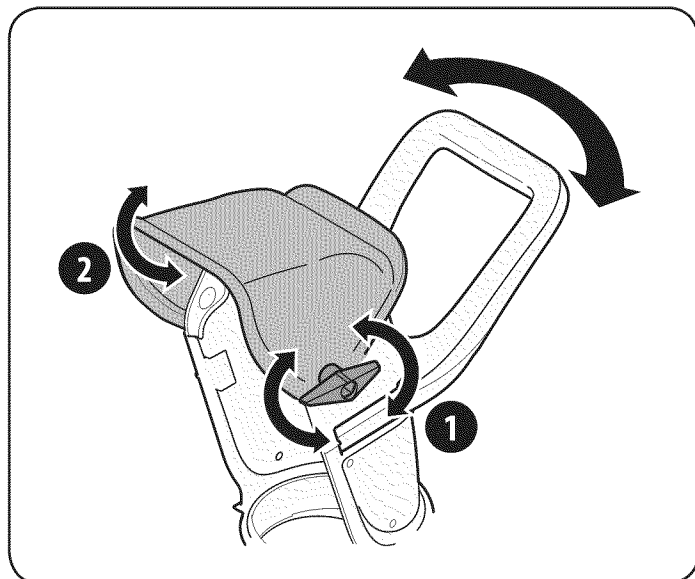

Figura 7
2. Ajuste el canal y el control del canal a la posición de funcionamiento deseada. Apriete la perilla de aletas del canal superior asegurándose de que el perno del carro se encuentre correctamente colocado. Consulte la Figura 7.